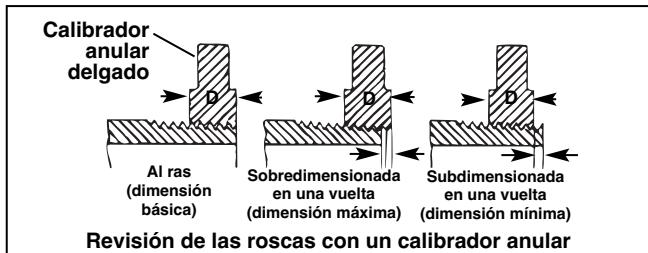

Figura 22 – Revisión del tamaño de la rosca
- Observe el extremo del tubo y vea cuánto se asoma más allá del calibrador anular. El extremo del tubo debe quedar al ras con el borde del calibrador, más/menos una vuelta (*Figura 22*). Si la rosca no mide lo que corresponde, corte el tubo para eliminar la rosca, ajuste el cabezal de terrajas y corte otra rosca. El uso de una rosca que no cumple con la medición correcta puede causar fugas.